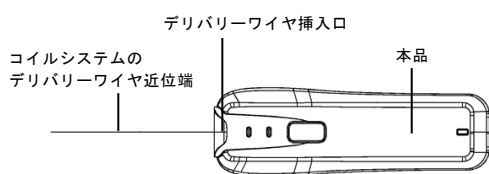

図 1 本品とコイルシステムのデリバリーワイヤの接続
- 3) もう片方の手で本品を持ち、デリバリーワイヤにかかる湾曲や張力が最小になるように、デリバリーワイヤ近位端に慎重にスライドする(図 1)。